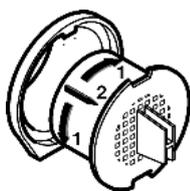

Fig. 36
- ▶ Ruotare il filtro a carboni attivi di 90° a destra o a sinistra Fig. 36 (1).
- ▶ Estrarre il filtro a carboni attivi Fig. 36 (2).
- ▶ Ruotare il nuovo filtro a carboni attivi di 90° verso destra o sinistra Fig. 36 (1), fino all'innesto.